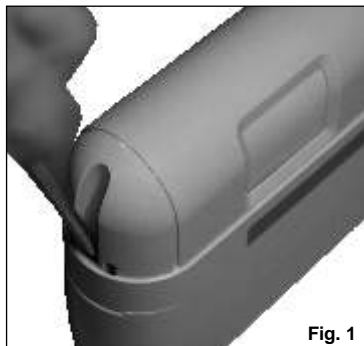

Fig. 1
- aprire il contenitore svitando la vite frontale posta in basso sullo stesso e rimuovere il coperchio superiore (Fig. 1);